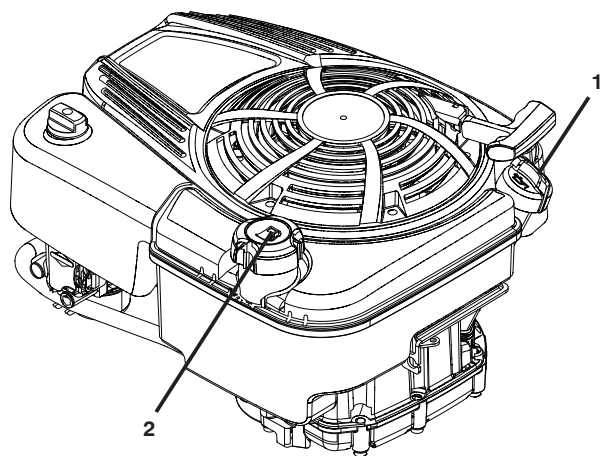

Figure 15
2. Enlevez la jauge d'huile du goulot de remplissage d'huile (Figure 15).
IMPORTANT: Remplissez le réservoir d'essence jusqu'au fond du goulot de remplissage. N'en mettez pas trop. Utilisez de l'essence sans plomb, régulière, fraîche, et propre avec au moins 87 indice d'octane. Ne mélangez pas l'huile avec l'essence. Pour assurer que l'essence utilisée soit fraîche, achetez des conteneurs d'essence pouvant être utilisés en moins de 30 jours (Figure 15).